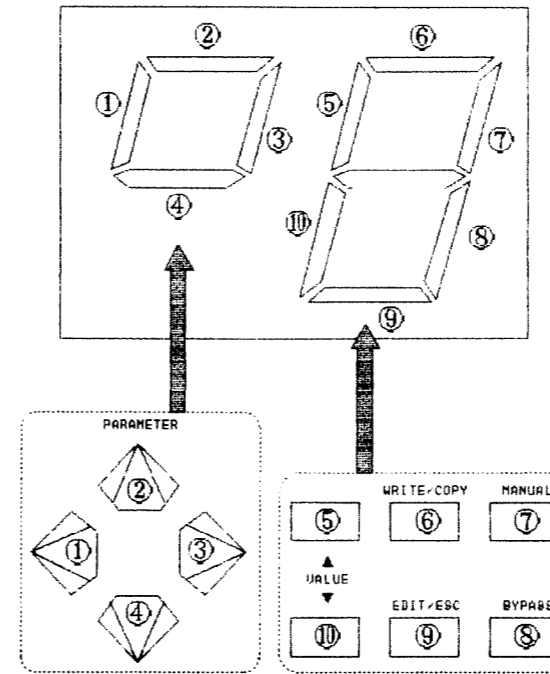

Fig. 3/図3
- 2-1 Press the panel keys one by one in the order shown in Fig. 3. Verify that the display [VALUE BANK] indicates the key being pressed.
- 2-1 図3に示される順で、ボタンを押すと、そのボタンに対応して、[VALUE/BANK]のLEDの各部分が点灯する事を確認して下さい。
- C-2 出力波形が、280±10mVp-p であることを確認して下さい。(波形図3を参照して下さい。)
**Waveform 3/波形図 3**